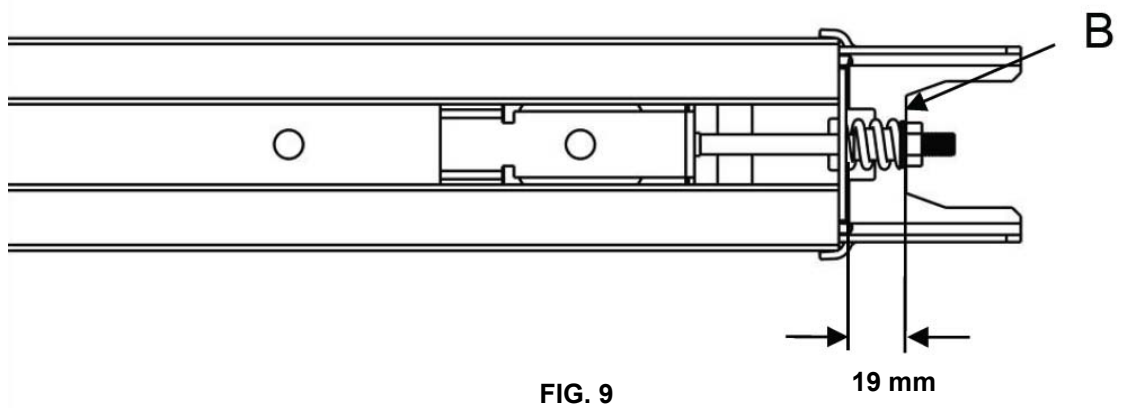

FIG. 9
- Dokręcić nakrętkę w prawidłowej pozycji – patrz fig. 9. – obciąć plastikowy pasek wiązania kabli na kole zębatym i zakończyć montaż całej szyny.